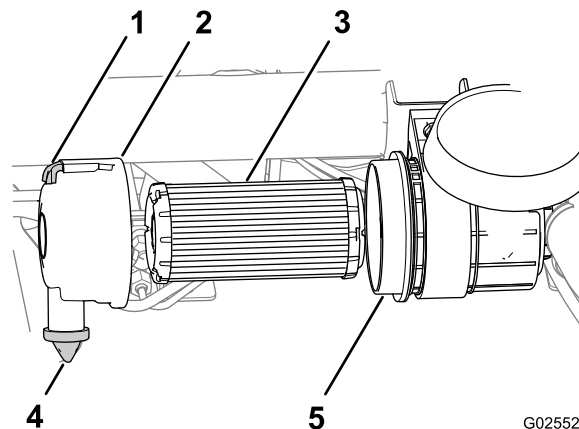

Figura 40
1. Tire hacia fuera del enganche y gire el filtro de aire en sentido antihorario (Figura 40).
- Retire el filtro de aire de la carcasa (Figura 40).
- Limpie el interior de la tapa y la carcasa del filtro (Figura 40).
- Retire la válvula de polvo de goma de la cubierta (Figura 40).
- Limpie el orificio de expulsión de suciedad situado en la tapa del limpiador de aire, y el hueco de la válvula de polvo y vuelva a colocar la válvula de polvo (Figura 40).
- Inserte el filtro de aire nuevo aplicando una ligera presión al borde exterior del filtro para asentarlo en la carcasa del filtro de aire (Figura 40).
- Alinee la tapa del filtro de aire con la válvula de polvo situada en la posición de las 6, vista desde el extremo izquierdo de la tapa (Figura 40).
- Sujete el enganche de la tapa del filtro de aire (Figura 40).